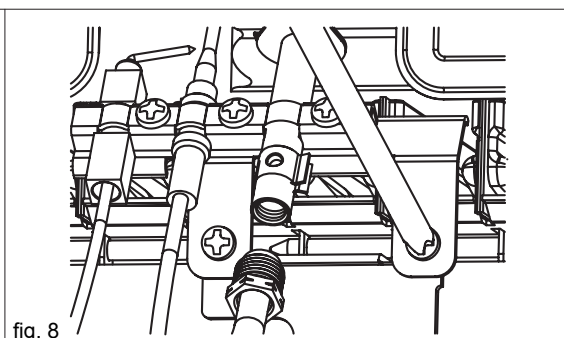

fig. 8
- Svitare le viti che tengono in posizione la fiamma pilota (fig. 8)